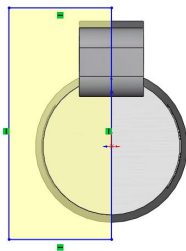

图 8-79 绘制草图并标注尺寸
(1) 在装配体窗口中，单击装配体中笔帽的上表面，使其成为草图绘制平面。单击【标准视图】工具栏中的【正视于】按钮，并单击【草图】工具栏中的【草图绘制】按钮，进入草图绘制状态。
(2) 单击【草图】工具栏中的【边角矩形】按钮，绘制矩形草图并标注尺寸，如图 8-79 所示。